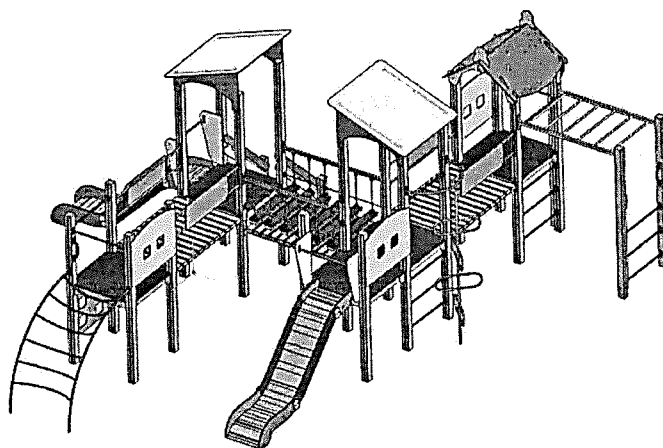

Рис. 2 Общий вид
17.4. Общий вид Игрового комплекса ИЛ-6 приведен на рис. 2.